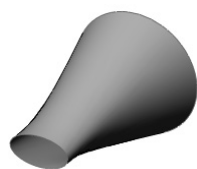

图 6-73 生成边界曲面
- [7] 单击【确定】按钮, 生成边界曲面, 如图 6-73 所示。